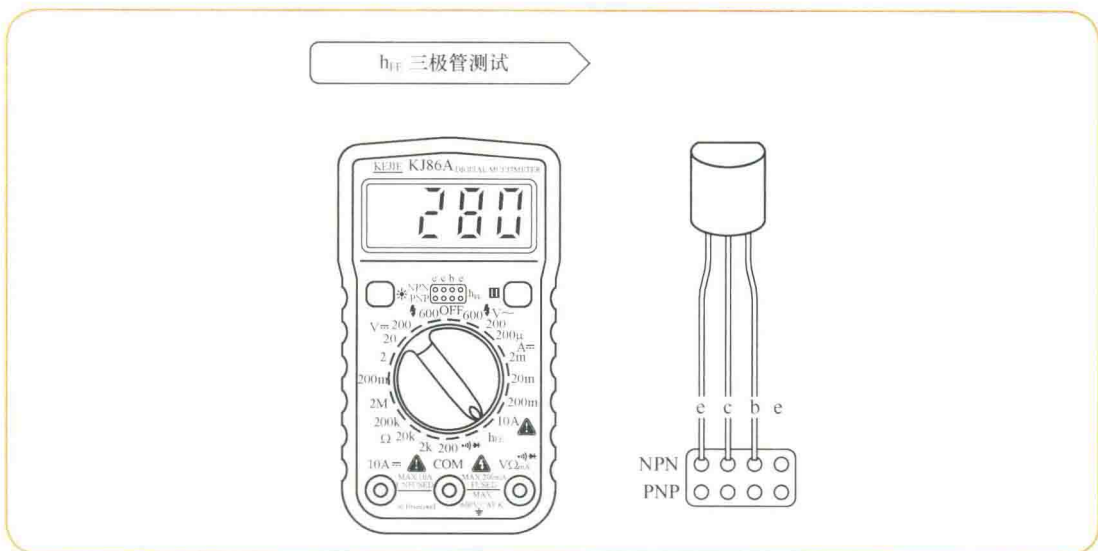

图1-16 KJ86A万用表测晶体管示意图
(6) 晶体管的 h_{FE} 的测试。KJ86A万用表的表盘上设有专门测试“ h_{FE} ”的插座，确认测试的晶管是NPN型还是PNP后，把功能开关置于“ h_{FE} ”挡上插入相应的插座中进行测试。测量晶体管情况如图1-16所示。